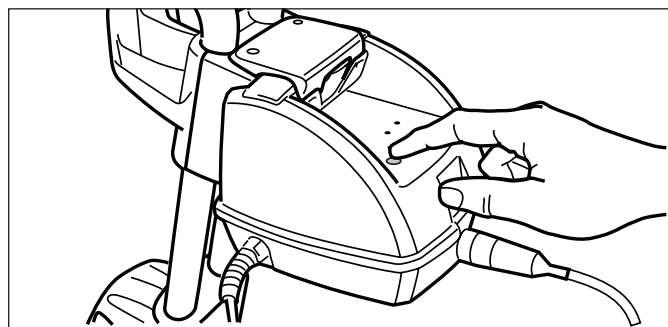

Figura 16. Encendiendo el limpiafondos
1. Para iniciar el limpiafondos 9300 Sport, pulse el botón del programa de limpieza “Ciclo I”, este ciclo de limpieza es primariamente para piscinas empotradas. Si se prefiere un ciclo alternativo, pulse “Ciclo II”. Vea la Figura 16. La luz indicadora se ilumina y el limpiafondos se encenderá después de sólo unos segundos. Cuando el limpiafondos este encendido, éste permanecerá en espera hasta que se pulse el botón de Ciclo I.